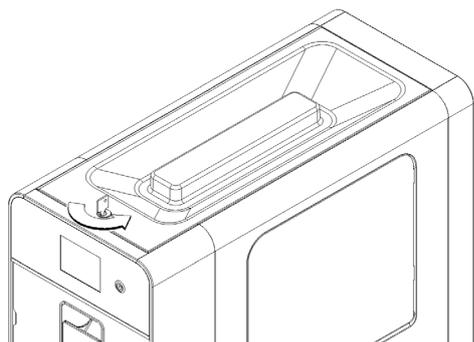

figura 15
- 4 Quite la tapa. Si la tapa tiene cerradura, gire la llave en sentido levógiro. (ver figura 15)
cerradura, gire la llave en sentido levógiro y quítela. (ver figura 15)